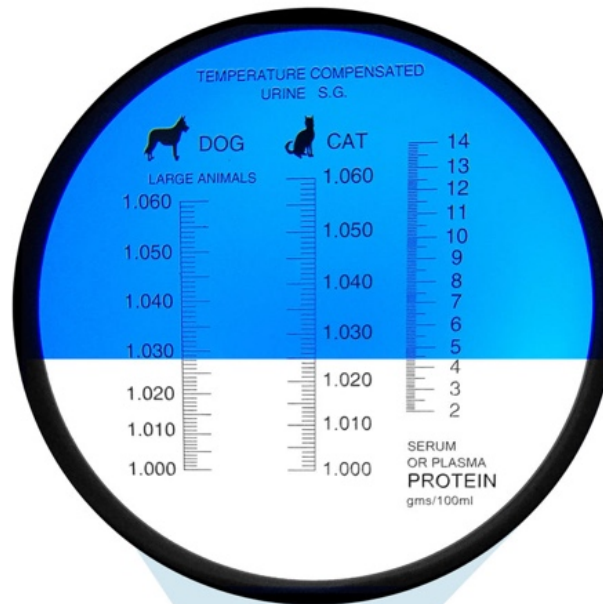

Figura 1.
N.B.: Guardando attraverso l'oculare sarà possibile vedere 3 scale delle quali due sono quelle relative al peso specifico urinario di cane e gatto, mentre la terza riguarda la scala graduata per la misurazione della concentrazione delle proteine nel siero (**Figura 1**).